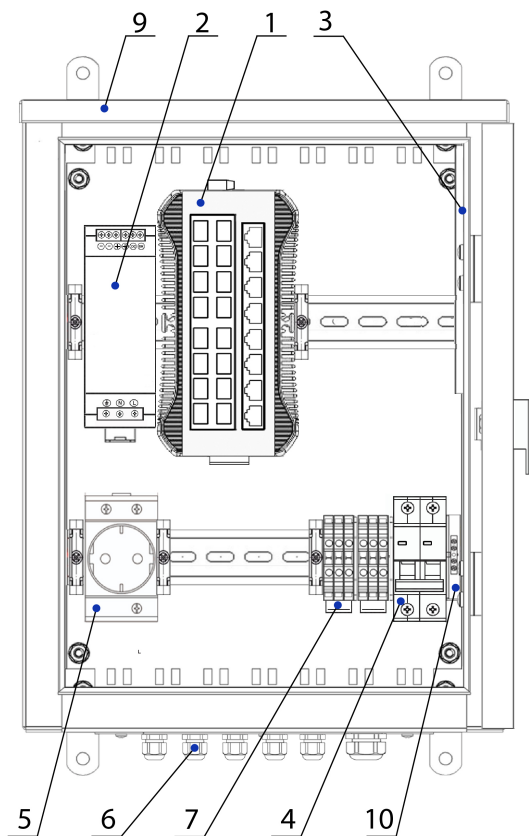

Рис.1
СОСТАВ ИЗДЕЛИЯ (СМ. РИС.1)
1. Заземлить изделие при помощи зажима наборного 10 (Рис.1).
5. Подключить кабель питания к входу автомата питания 4 (Рис.1).